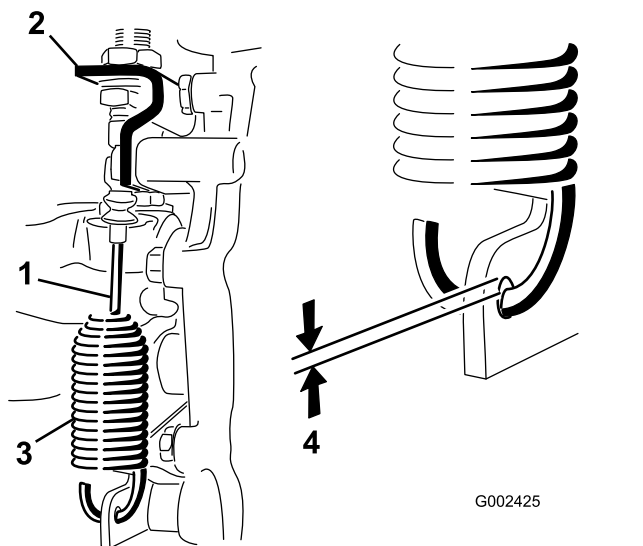

Figura 43
2. Afloje las contratuercas que sujetan el cable de bloqueo del diferencial al soporte del transeje (Figura 43).